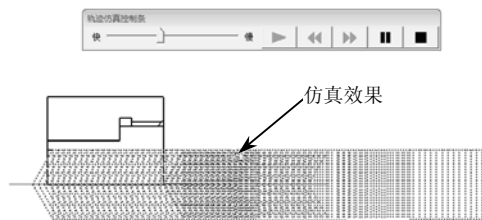

图 6-69 钻孔轨迹仿真结果
(3) 轨迹仿真 轨迹仿真是对已有的加工轨迹进行加工过程模拟,以检查加工轨迹的正确性。选择下拉菜单“数控车”→“轨迹仿真”命令,或直接单击数控车工具栏中的“轨迹仿真”按钮,系统在“命令提示”栏中显示“拾取刀具轨迹”,然后单击立即菜单,在立即菜单选项中选择“静态”,并设定步长为 2。单击已经生成的加工轨迹,轨迹变成红色表示被选中,然后单击右键结束选取,系统便弹出仿真控制条,按开始键开始仿真。仿真过程中可进行暂停、上一步、下一步、终止和速度调节操作,如图 6-69 所示。如果仿真结果不是很理想,可以通过修改参数来改变。